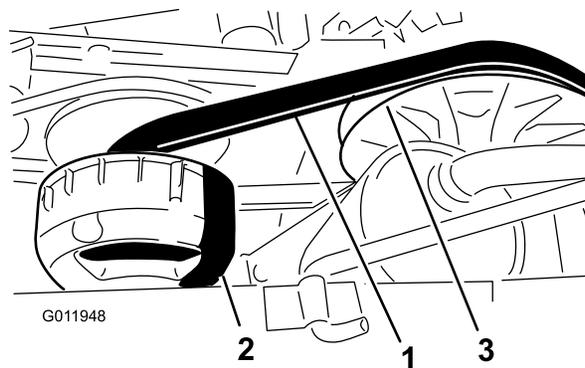

Рисунок 66
4. Проверните и осмотрите ремень (Рисунок 66) на наличие чрезмерного износа или повреждений.
3. Поверните и проложите ремень поверх вторичного сцепления (Рисунок 66).
4. Снимите ремень с главного сцепления (Рисунок 66).
5. Проложите новый ремень поверх главного сцепления (Рисунок 66).
6. Поверните и проложите ремень поверх вторичного сцепления (Рисунок 66).